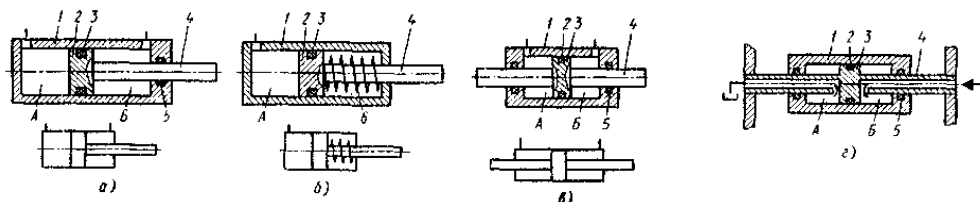

Рисунок 1 – Схемы поршневых гидроцилиндров:
Поршневым называют гидроцилиндр, в котором рабочие камеры образованы рабочими поверхностями корпуса и поршня со штоком (рис. 1). В цилиндрической расточке корпуса 1 (рис. 1, а) находится поршень 2, жестко соединенный со штоком 4. Цилиндр имеет две полости: поршневую А – часть рабочей камеры, ограниченную рабочими поверхностями корпуса и поршня, и штоковую Б – часть рабочей камеры, ограниченную рабочими поверхностями корпуса, поршня и штока. Для герметизации подвижных соединений в цилиндре установлены уплотнительные кольца 3 и 5.
– со стороны поршневой полости для цилиндров с односторонним штоком (см. рис. 1, *а* и *б*)
– со стороны штоковой полости для цилиндров с односторонним (см. рис. 1, *а*) и двусторонним (см. рис. 1, *в* и *г*) штоками при условии равенства диаметров правого и левого штоков